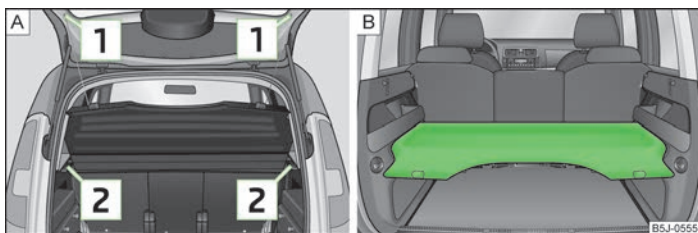

Fig. 47 Demontarea măștii portbagajului / masca portbagajului în poziție inferioară
- > Desprindeți benzile de susținere **1** » fig. 47.
Masca portbagajului poate fi așezată și în poziție inferioară, pe elementele de rezemare » fig. 47 - **B**.